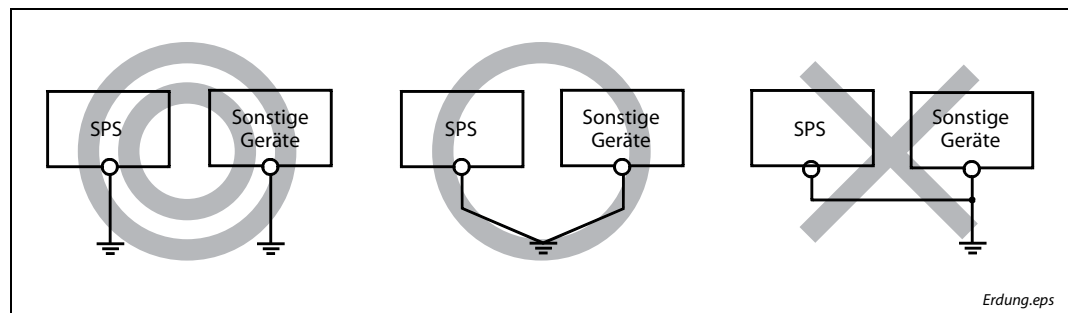

Abb. 3-4: Erdungsanschluss
- Die SPS sollte nach Möglichkeit unabhängig von anderen Geräten über die FG- und LG-Klemme geerdet werden (siehe Abb. 3-4 links). Die Erdung erfolgt nach Klasse 3 (Erdungswiderstand max. 100 Ω).